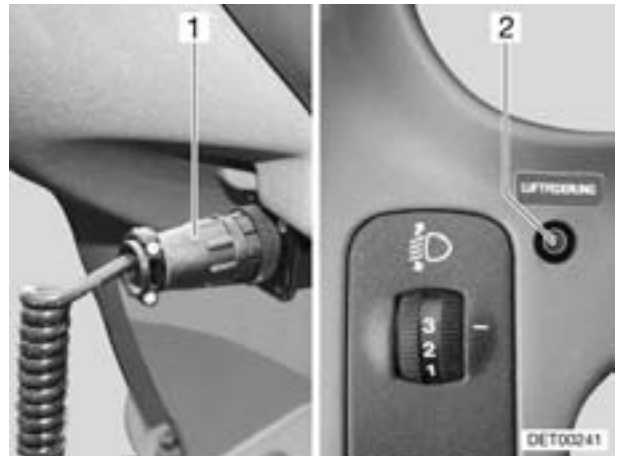

Bild 7 Luftfederung
- ▷ Die Fernbedienung immer in der dafür vorgesehenen Steckdose (Bild 7,1) eingesteckt lassen. Andernfalls erfolgt keine Niveauregelung oder ordnungsgemäße Systemüberwachung.
Die Kontroll-Leuchte (Bild 7,2) am Armaturenbrett zeigt die Betriebszustände der Hinterachs-Luftfederung an.